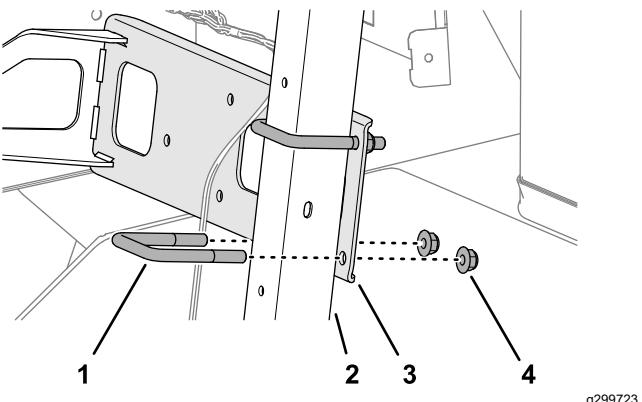

Figura 76
4. Monte ligeiramente a base do coletor no tubo de suporte do painel de instrumentos (Figura 76) com 2 cavilhas em U ($\frac{3}{8}$ pol.) e 4 porcas de bloqueio flangeadas ($\frac{3}{8}$ pol.)